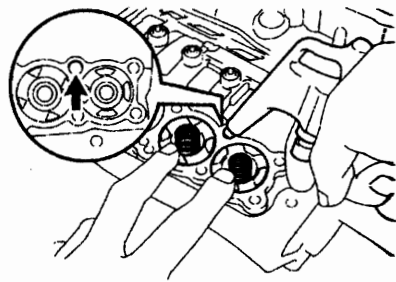

图 12-1-4
- (18) 如图 12-1-4 所示, 将压缩空气吹入油孔内, 拆下 C2 蓄能器活塞和弹簧, 并从活塞下拆下两个 O 形圈。注意: 操作时要小心, 因为 C3 和 B3 蓄能器活塞可能会弹出。
- (19) 如图 12-1-4 所示, 将压缩空气吹入油孔内, 拆下 B3 蓄能器活塞和弹簧, 并从活塞上拆下两个 O 形圈。注意: 操作时要小心, 因为 C3 蓄能器活塞可能会弹出。